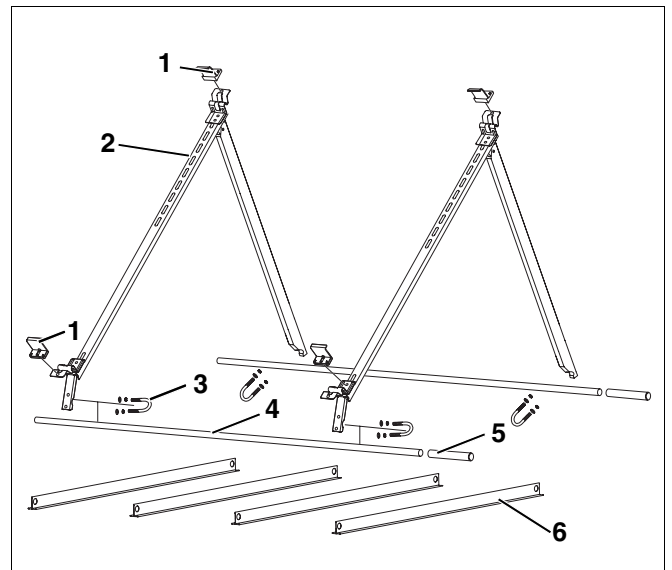

Fig. 2 Juego de montaje para tejado plano, p. ej. juego horizontal
Para cada colector necesita un juego de montaje para tejado plano (fig. 2).
4.2.1 Juego de montaje para tejado plano (por cada colector) – fig. 2